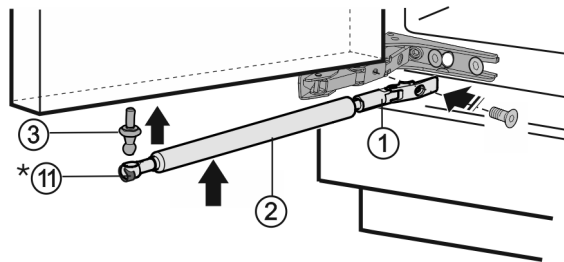

Fig. 9
- ▶ Atornille la rótula esférica Fig. 9 (3) en el nuevo orificio de sujeción **con 3 libras-pie (4 Nm para fijarla)** (Torx® 25).
- ▶ Vuelva a deslizar hacia dentro el muelle tensor Fig. 9 (11).*
- ▶ Atornille el soporte Fig. 9 (1) **con 2,5 libras-pie (3 Nm para fijarlo)**.
- ▶ Enganche el amortiguador de cierre Fig. 9 (2) en la rótula esférica.